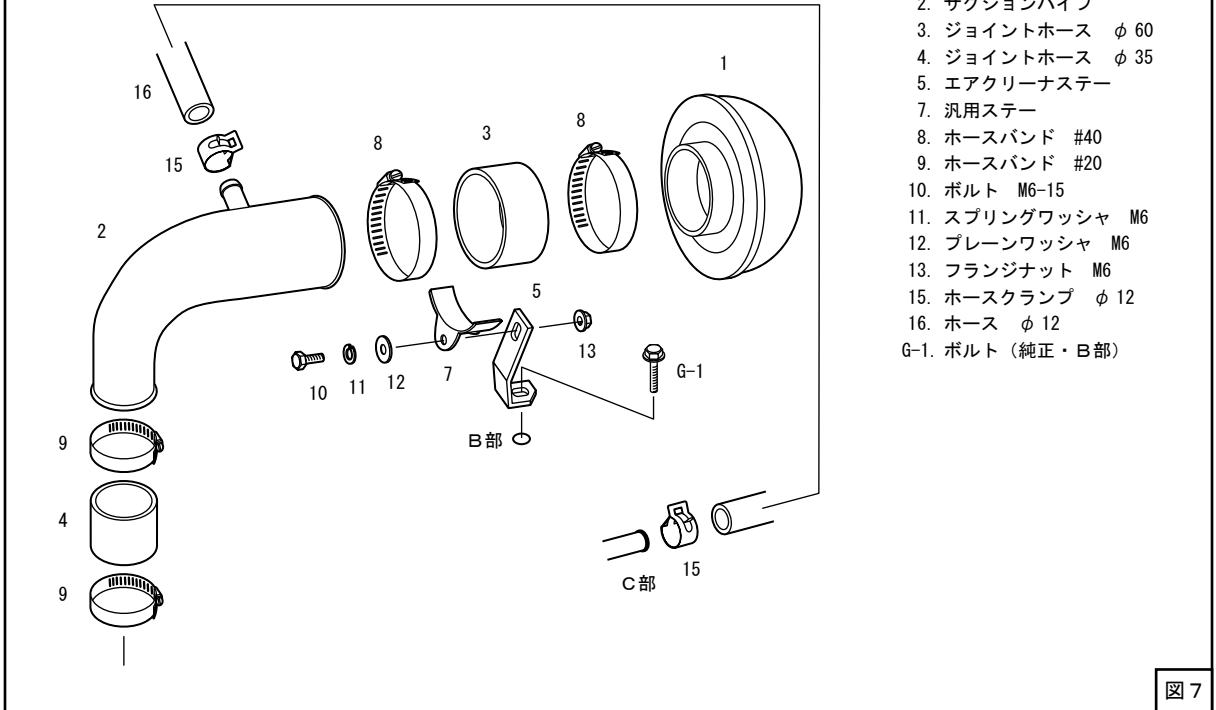

図7
- (4) キットパーツを仮付けしてください。(図7、図8)